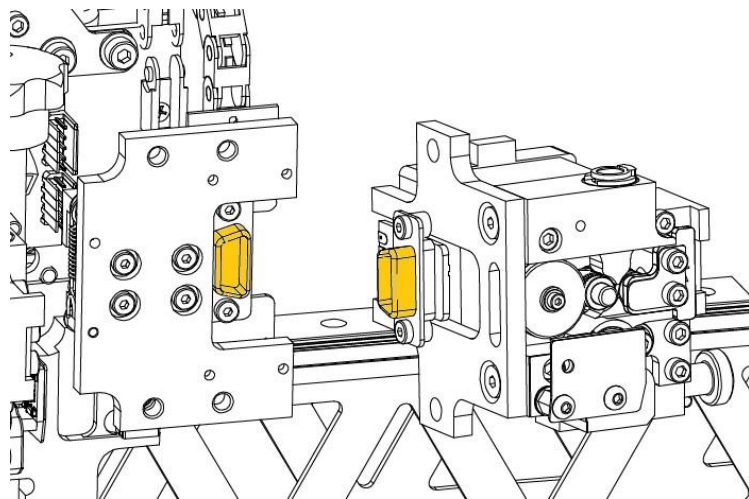

Рис. 76. Монтаж экструдера
12. Очистить экструдер от остатков материала сжатым воздухом. Направлять сжатый воздух следует, главным образом, в места, показанные на рис. 76.
13. Установить экструдер T1 в принтер, вставив штекер в разъем D-sub (рис. 76, оранжевый).